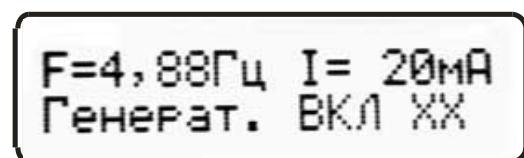

Рисунок 11
6.2.4 Если на выходных клеммах присутствует напряжение выше максимально допустимого значения (при значении сопротивления нагрузки выше верхней границы диапазона сопротивлений, приведенного в таблице (Таблица 3), включается звуковой сигнал, при этом на ЖКИ выводится сообщение, пример которого приведен на рисунке (Рисунок 11):